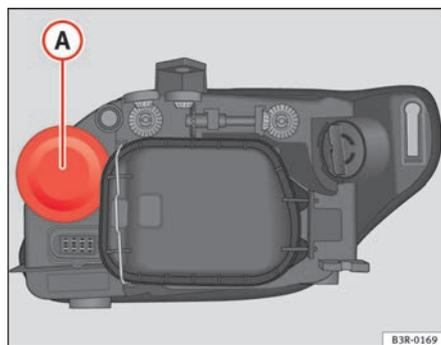

Fig. 214 Lampe du feu clignotant
- Retirez le cache en caoutchouc ⇒ fig. 214 et tirez.